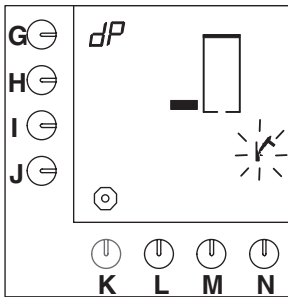

Fig. 24 Eerste niveau ontkalkingsprogramma heetwatersysteem
- Het eerste niveaublokje verschijnt in het display, en het hamersymbool knippert (fig.24).